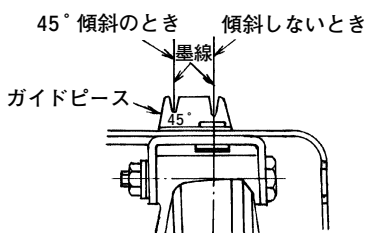

図 10 (上から見た図です)
(1) 材料の上に本体(ベース)をのせ、墨線とのこ刃とはベース前部のガイドピースで合わせます。(図 10, 11, 12)
(2) のこ刃が材料に触れない状態でスイッチを入れます。そのまま本機をゆっくり前方に進め、切り終るまでこの状態を保つようにしてください。